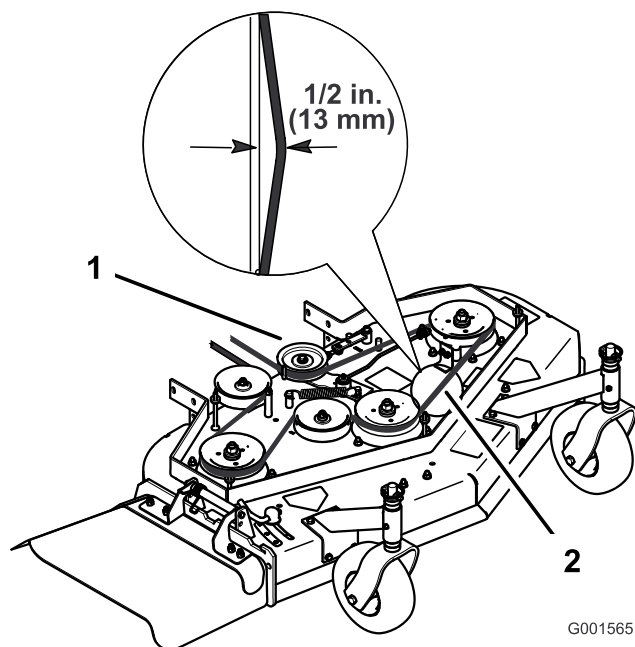

Figure 47
4. Retirez la poulie de tension et la courroie usagée (Figure 47).
Remarque: La tension correcte de la courroie du plateau de coupe est de 44-67 N (10-15 lb-pi) avec une flèche de 13 mm (1/2") à mi-chemin entre les poulies (Figure 47).